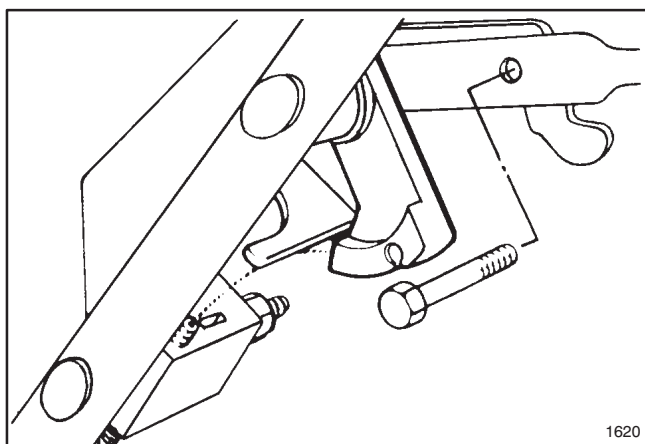

**Figure 3**
6. Attacher les câbles au bas du mancheron, du côté gauche (Fig. 3), au moyen d'une attache placée à environ 25 mm (1") de la courbure du mancheron, comme illustré à la figure 3.